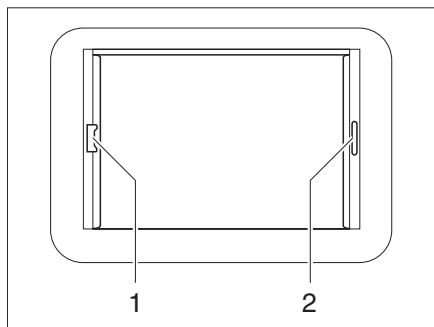

Fig. 53 Claraboya Heki, bloqueo de la persiana
- Tirar del asidero (Fig. 53,2) del estor plegable y soltarlo en la posición deseada. El estor plegable se queda fijo en esta posición.
- Tirar del asidero (Fig. 53,1) de la mosquitera enrollable hacia el asidero opuesto del estor plegable (Fig. 53,2) y hacerlos engatillar.
- Presionar el tirador de la mosquitera enrollable por la parte de atrás hacia arriba y desengancharla del estor plegable (Fig. 53,2).